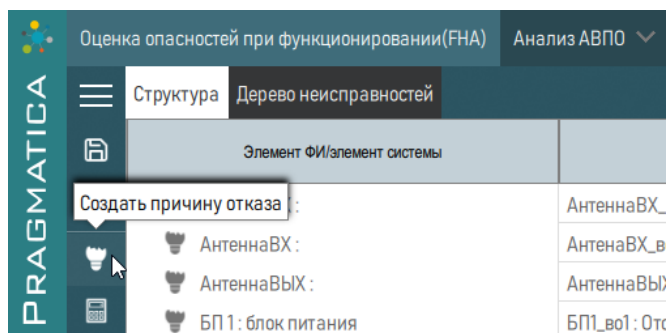

Рисунок 250 – Создать причину функционального отказа
1) Нажать кнопку «Создать причину отказа», расположенную слева на панели (рисунок 250).